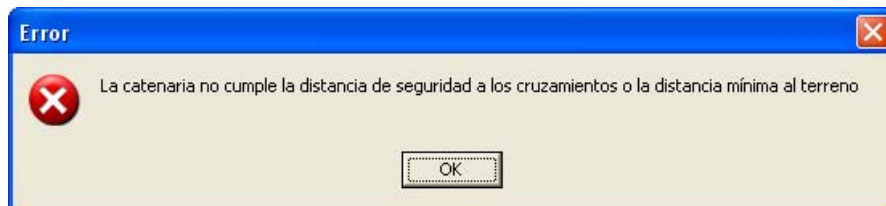

Figura 11.33.
- Figura 11.33: Se debe de subir el apoyo, la catenaria aparecerá en color rojo hasta que cumpla con las distancias mínimas exigidas.